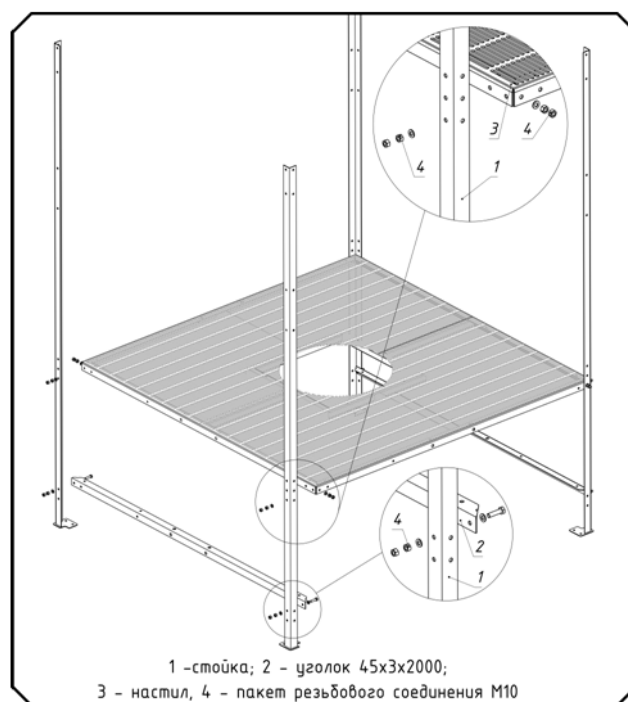

Рис.2 Монтаж вертикальных стоек и настила
- 1) Детали поз. 1 и поз. 2 соединить при помощи поз. 4 пакета резьбового соединения M10 (болт M10х40, гайка M10 2 шт., шайба M10 2 шт.) как показано на рис. 2;